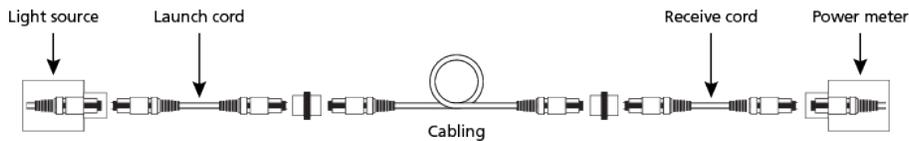

Figura 6. Mida la atenuación del cableado
2. Conecte el cable de lanzamiento, el medidor de potencia y el cableado de recepción bajo comprobación (ver la figura 6).